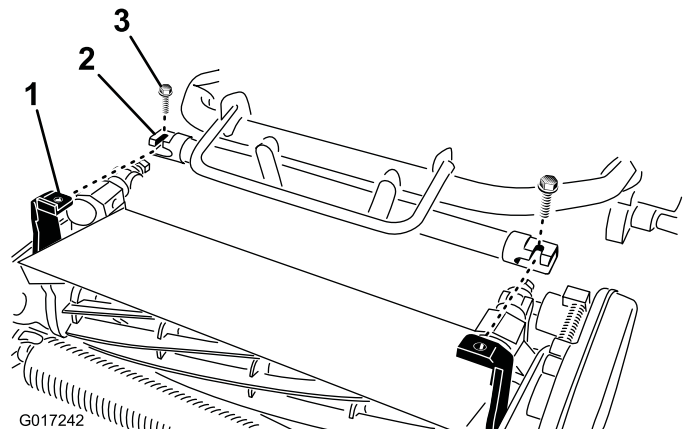

Figura 5
4. Spostate il telaio del trattorino (Figura 5) in avanti fin quando si innesta sui bracci girevoli dell'apparato di taglio.
5. Fissate il telaio del trattorino ai bracci girevoli dell'apparato di taglio con 2 bulloni (3/8 x 3/4 poll.) (Figura 5).